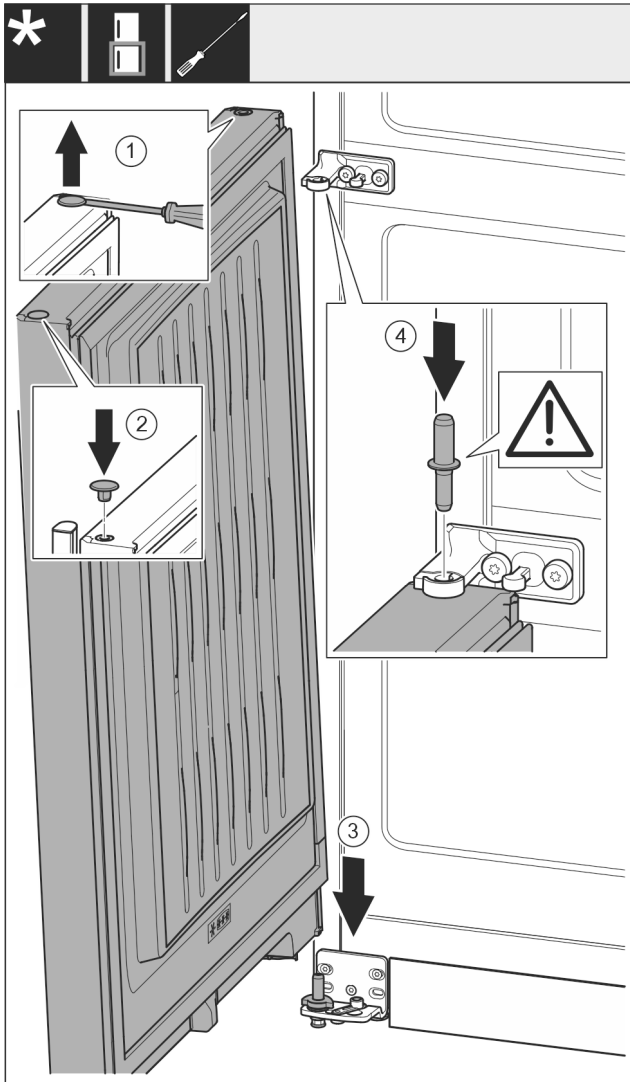

Fig. 51
- Осторожно приподнимите шлицевой отверткой заглушку Fig. 51 (1) и извлеките ее.
- Снова установите заглушку Fig. 51 (2) с другой стороны двери.
- Установите дверь Fig. 51 (3) сверху на нижний опорный палец.
- Вставьте средний опорный палец Fig. 51 (4) через средний опорный кронштейн в нижнюю дверь. При этом проследите за тем, чтобы выступ фиксатора был направлен назад.